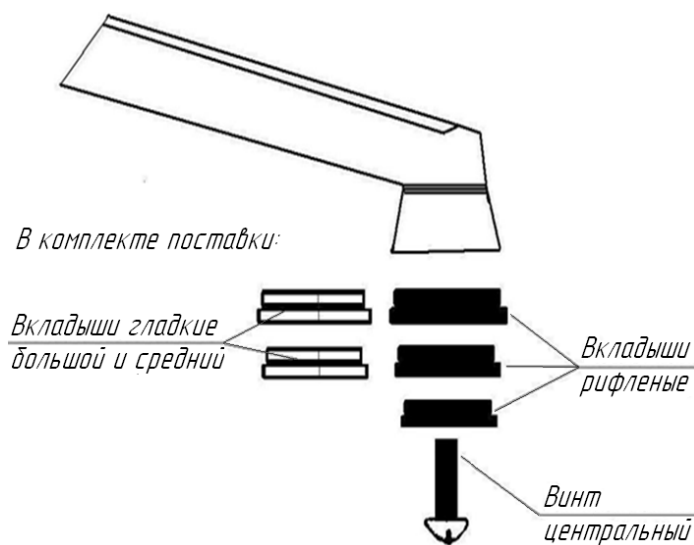

Рисунок 8 – Установка вкладышей в излив и душевую насадку
8.1 Проточный водонагреватель комплектуется изливом или душевой насадкой со сменными вкладышами – рассекателями струи, которые по желанию потребителя можно менять, отвернув центральный винт (рис. 8). Максимально можно установить 3 рифленых вкладыша, что будет соответствовать большой струе воды. Для рассеивания малой струи воды необходимо установить малый рифленый вкладыш и два гладких вкладыша.